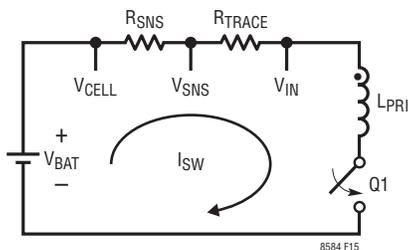

図15. R_{TRACE} の最小化
5. V_{CELL} 、 V_{SNS} 、および V_{IN} の接続点に配線するときは注意が必要です。図15の R_{TRACE} を最小限に抑えて効率を高めます。 R_{TRACE} が $19 \cdot R_{\text{SNS}}$ を決して超えないようにしてください。こうすることで、OUTピンのアンプのヘッドルームは、 V_{SNS} アンプ出力を通知するのに十分な大きさになります。